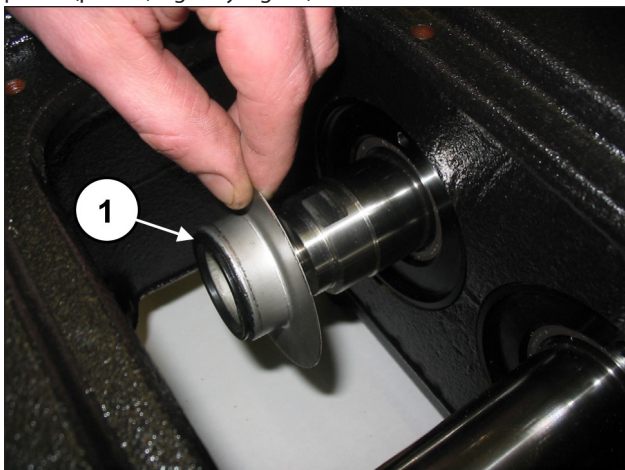
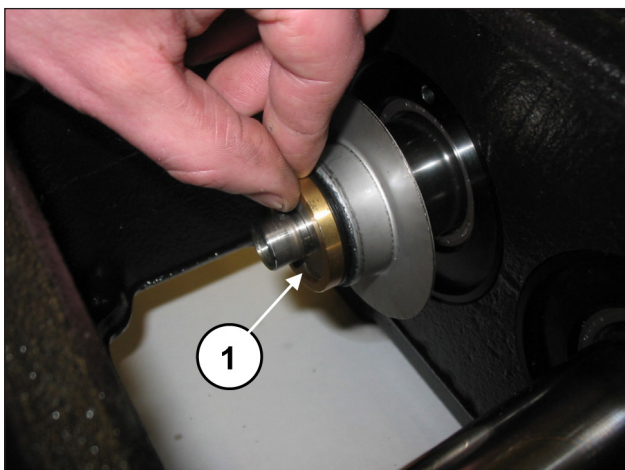

Fig. 97
Fig. 98
Colocar la protección contra salpicaduras y la anilla distanciadora en el alojamiento sobre el vástago de guía del pistón (pos. ①, Fig. 97 y Fig. 98).